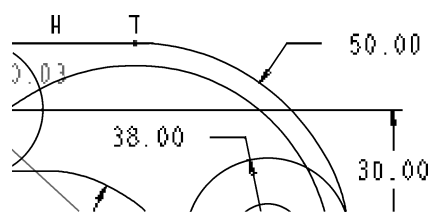
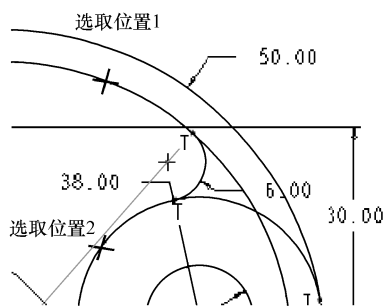

图 3-115 草绘同心圆
图 3-117 草绘圆角 1
(16) 在【圆】工具箱中单击【同心圆】按钮，选择R50 圆弧，在圆弧内侧绘制其同心圆，如图3-115所示（注意：不要使用任何自动约束）。
(18) 单击【圆角】按钮，分别在图3-117所示的位置连续单击选择 $\phi 38$ 圆和图3-115中所绘同心圆，倒圆角，修改其尺寸为6。